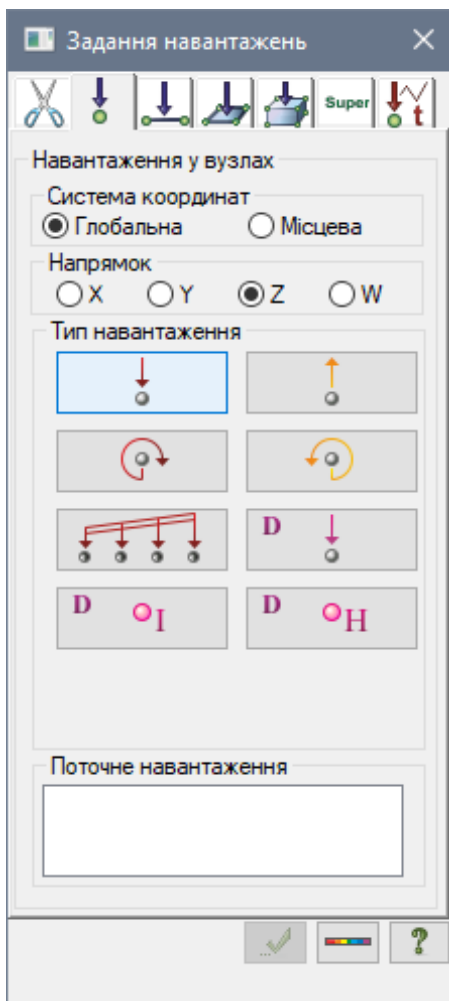

Рис. 10.17. Діалогове вікно **Задання навантажень**
- Відкрийте діалогове вікно **Задання навантажень** на закладці **Навантаження у вузлах** (рис. 10.17) вибрав команду  – **Навантаження на вузли** в розкритому списку **Навантаження на вузли та елементи** (панель **Навантаження** на вкладці **Створення та редагування**).